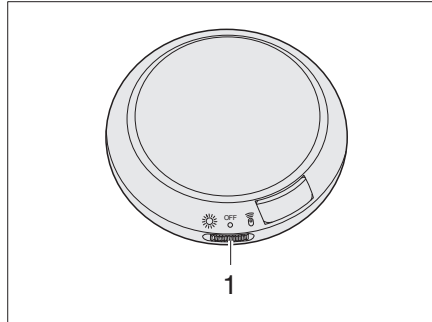

Bild 108 Leuchte im Aufstelldach
Leuchte einschalten: ■ Schalter (Bild 108,1) nach links schieben.
Leuchte ausschalten: ■ Schalter (Bild 108,1) in die Mitte schieben.
- Schalter (Bild 108,1) nach rechts schieben.